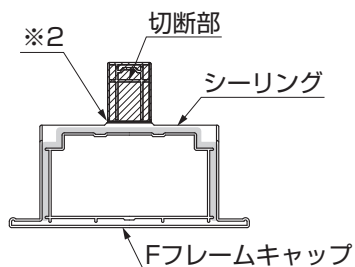

図5-5
- ②FフレームキャップをV溝に合わせ上部を切断し(※2)、シーリング材を充てんしてFフレームを取付けてください。(図5-5参照)
- ③Fフレームキャップを【18-1】で固定してください。